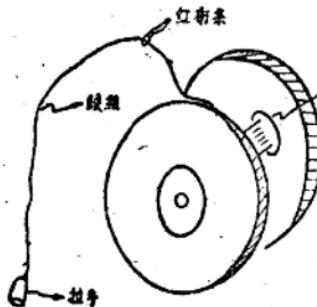

图 5
4. 概量定线尺，由于晚上量距定线困难，不能使用仪器来定线，因为对准不易，速度很慢，故采用概量定线尺来定向及概量。尺的构造如下：长 300 米的铁丝或小测绳，以一个轮盘卷着，外轮半径 0.15 米，内轮半径 0.07 米，如图 5 所示，铁丝的始端有拉手，在整尺段长处（如 30 米钢尺用 29.5 米，用 50 米钢尺取 49.5 米）扎一红布条为记号，以作尺段数的记号。